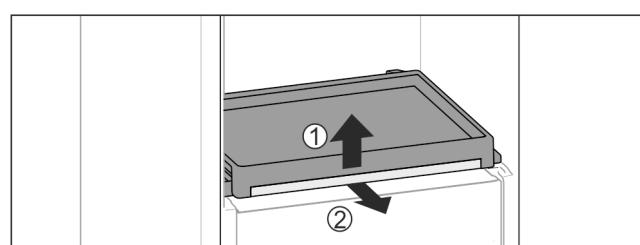

Fig. 77
- Scoateți raftul extractibil cu placă de sticlă: Ridicați ușor placă de sticlă în față Fig. 77 (1) și extrageți-o spre înainte Fig. 77 (2).